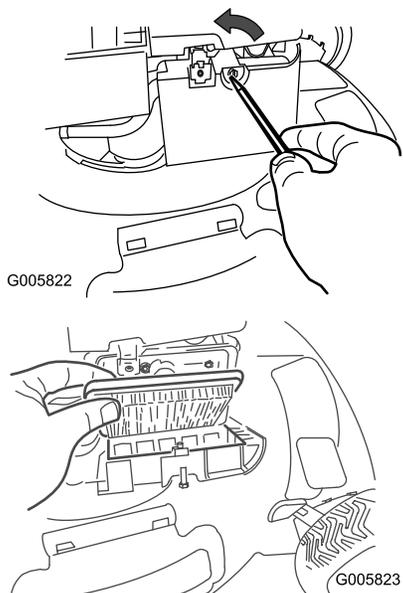

Рисунок 19
1. Используя отвертку, откройте крышку воздушного фильтра (Рисунок 19).
2. Замените воздушный фильтр (Рисунок 19).